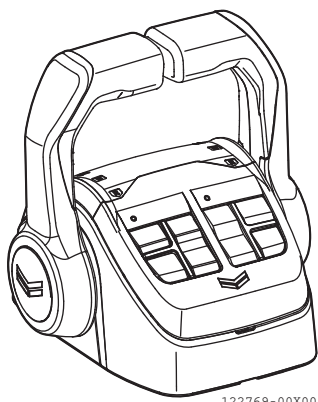
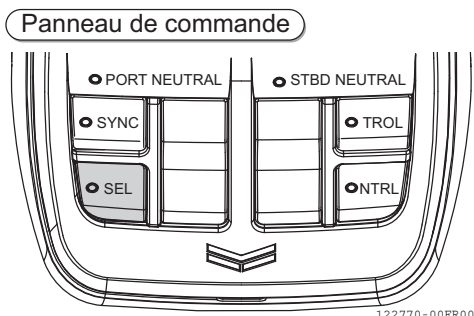

Figure 36
Figure 37
- La lampe du panneau de commande s'allume, et la lampe de la commande de réglage (**Figure 36**) "SEL" (**Figure 37**) va s'allumer ou va clignoter.